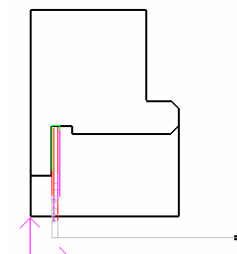

图 4-209 内槽加工轨迹
6) 生成刀具轨迹。当确定好进退刀点后，系统会自动生成绿色的刀具轨迹，如图 4-209 所示。